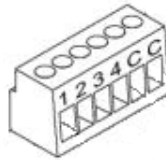

Bild 1.3 Eingangs - Anschlussklemme
-  **Programmiertaste:** Ein kurzer Druck auf diese Taste bringt die Schnittstelle in den Programmiermodus, die LED (2) leuchtet rot. Wird die Busspannung bei gedrückter Taste angelegt, geht der QUAD in den Sicherheitsmodus. Die LED blinkt dann rot.
-  **Eingangsstecker:** Anschlussstecker für die Eingangsklemme (siehe Bild 1.3), welche den Anschluss der verschiedenen QUAD Eingänge ermöglicht (von 1 bis 4). Für eine einwandfreie Funktion müssen die an den QUAD anzuschließenden Elemente (Taster, Schalter, Temperaturfühler oder Bewegungsmelder), einerseits an die entsprechende Eingangsklemme (Klemme 1 bis 4), und andererseits an einen der beiden gemeinsamen, mit "C" bezeichneten Klemmen, angeschlossen werden. Diese beiden Klemmen sind intern miteinander verbunden.